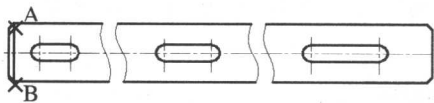

图 1.1.13 绘制倒角轮廓线
(4) 绘制直线。选择下拉菜单 **绘图(D) → 直线(L)** 命令, 分别选取图 1.1.13 所示的点 A 与点 B, 按回车键结束直线的绘制。
(5) 参照以上步骤完成右侧倒角处轮廓线的绘制。